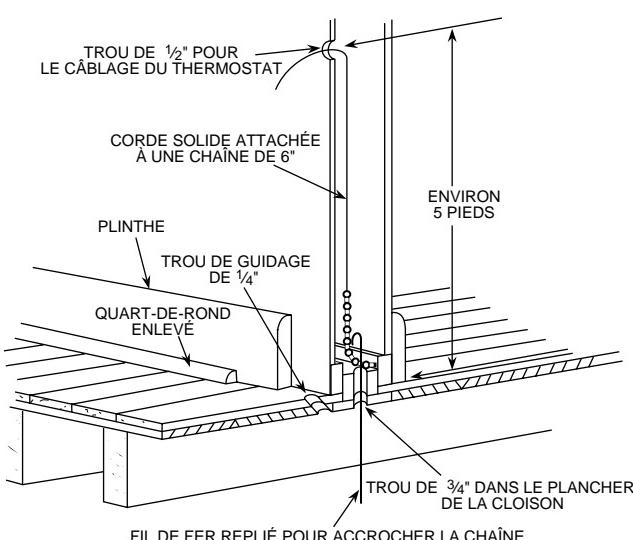

Figure 1. Acheminement du câblage au site
3. Assurez-vous qu'il n'y a pas d'obstacle dans le mur avant d'y percer un trou de $\frac{1}{2}^{\circ}$ à l'endroit choisi. Enlevez ensuite le quart-de-rond et percez un petit trou de guidage (figure 1). Au sous-sol, percez un trou de $\frac{3}{4}^{\circ}$ dans le plancher de la cloison, à côté du trou de guidage. Dans les bâtiments sans sous-sol, percez le trou de $\frac{1}{2}^{\circ}$ dans le plafond, entre les parois de la cloison (figure 1).